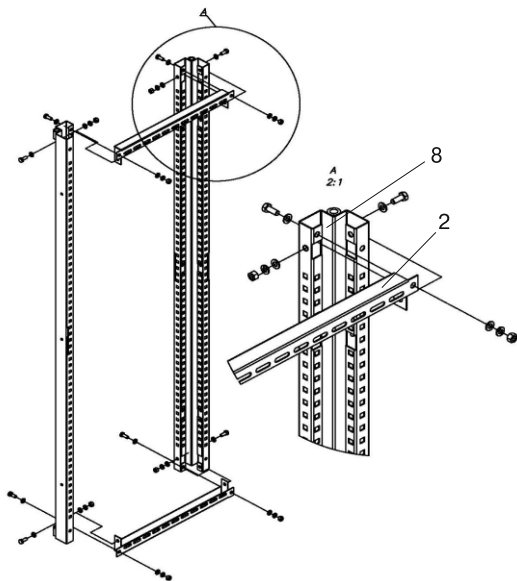

Рисунок 1 – Сборка задней рамки
2.2 Сборку производить в горизонтальном положении, например, на полу (рисунок 1).